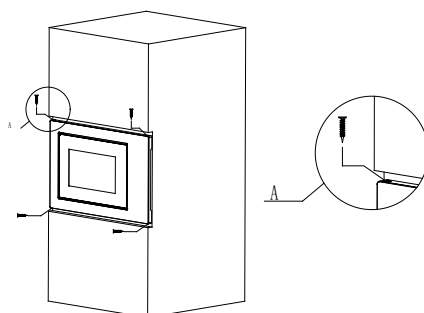

Abb.4
- d) Verwenden Sie die Schrauben aus der Teileverpackung, um das Mikrowellengerät im Schrank zu befestigen. (Abb. 4)